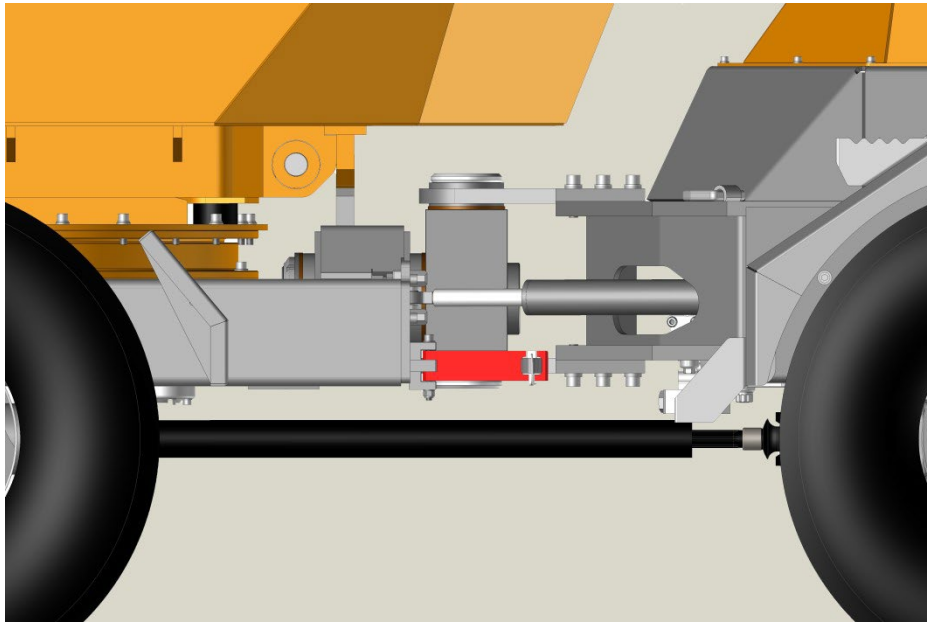

Abbildung 1. Gelenkverriegelungshebel in Längsstellung und Raststift eingesetzt. Hebezustand.
- die Vorder- und Hinterteile des Dumpers perfekt ausgerichtet sind und die Drehungen entlang der Längs- und Querachse des Gelenks mittels des Sperrhebels in Längsposition und des Verriegelungsstifts blockiert wurden, wie in Abbildung 1 gezeigt.